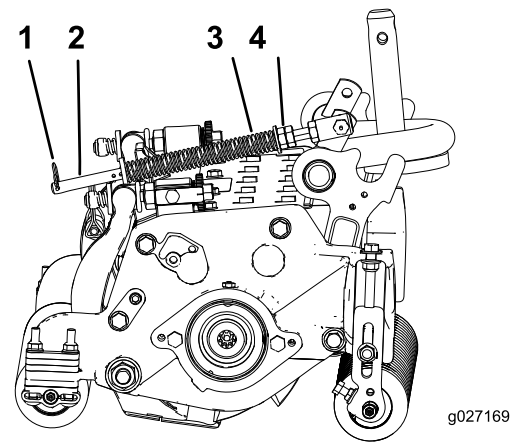

Figure 16
- Serrez les écrous hexagonaux à l'extrémité avant de la tige de ressort jusqu'à ce que la longueur du ressort comprimé soit égale à 15,9 cm (Figure 16).
- Vérifiez que la goupille fendue est insérée dans le trou de la tige de ressort (Figure 16).